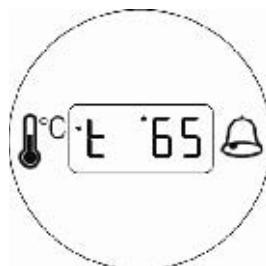

Рис. 4.2
- подайте электропитание на котел и установите переключатель режимов работы в положение «лето» или «зима» (рис. 4.2) в зависимости от того, какой режим работы вам нужен.
В случае поступления запроса на подогрев воды в контуре отопления котел включается. При этом зеленый световой индикатор начинает гореть постоянным светом. Цифровой дисплей загорается и начинает отображать температуру воды в системе отопления (рис. 4.2)